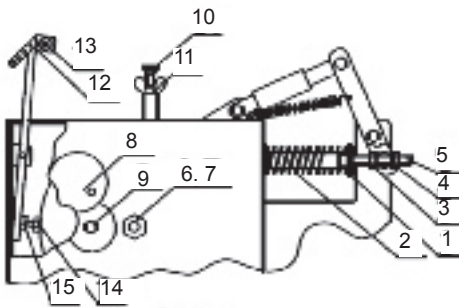

Abb. 8
- Wenn sich das Drahtseil ohne Betätigung des schwarzen Druckknopfes (1) aufwickelt, wurde die Mutter (Pos. 7) zu fest angezogen, es herrscht kein Spiel zwischen Kupplung und Trommel, d. h. Mutter lösen und den Vorgang so lange wiederholen bis das Seil völlig still steht, wenn der schwarze Druckknopf nicht aktiviert ist.
Die Einstellung der Vorbremse erfolgt mit der Schraube (10) und Flügelmutter (11) (Abb. 8). Eine Funktion der Vorbremse übernimmt auch die Seilführung Pos. 12, (Abb. 8) in der das Drahtseil eingeführt ist. Durch richtige Einstellung wird zugesichert, dass sich das Drahtseil nicht von selbst bzw. zu schnell von der Trommel abwickelt. Das würde sonst bei einer schnellen Entlastung der Bremse und zu schnellem Abwickeln das Drahtseil beschädigen.
- Anziehen der Mutter (Pos. 3) Abb.8, welche die Feder anspannt
Auf der Seilwinde befinden sich drei Schmiernippel, die eine Schmierung der oberen und unteren Umlenkrolle sowie der Seilführung ermöglichen. Ebenfalls sind die Nippel (13) auf der Vorbremse (12) zu schmieren. (Abb.8)